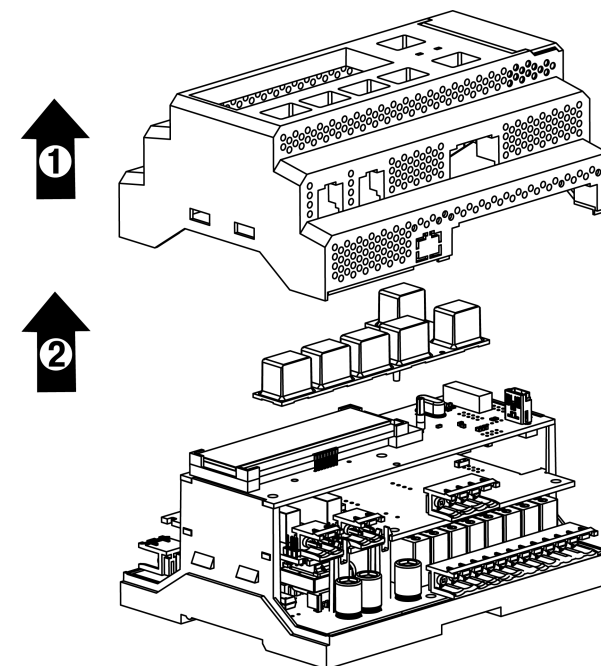

Рисунок 7.15 – Отделение верхней крышки и клавиатуры
4. Снять крышку (см. рисунок 7.15, стрелка 1). Убрать клавиатуру (стрелка 2).